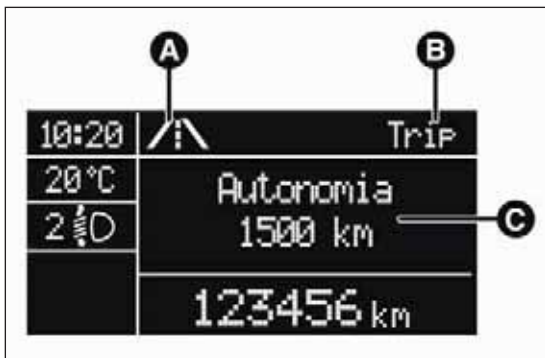

РИС. 11
- ☐ значок с анимацией сверху РИС. 11;
- ☐ надпись "Trip" (поездка) (или "Trip A" или "Trip B") (B);
- ☐ название, значение и единица измерения выбранного параметра (например, "Запас хода 1500 км") (C).